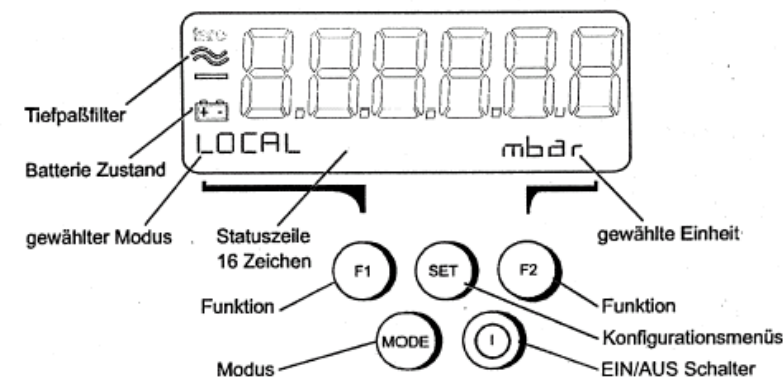

Abb. 3-1 Geräte Vorderseite
3.1 Allgemein (Abb. 3-1)
3.2 Meßmethoden (Abb. 3-1)